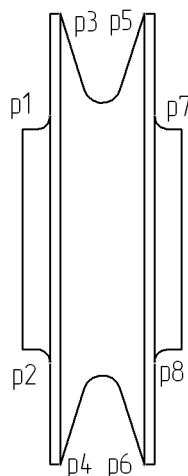

Рис. 53.35.
- 1.9. Чтобы оформить вид *Ролика*, постройте четыре недостающих отрезка (p1–p2, p3–p4, p5–p6, p7–p8), соответствующих кромкам пересекающихся поверхностей, как это показано на рис. 53.35.